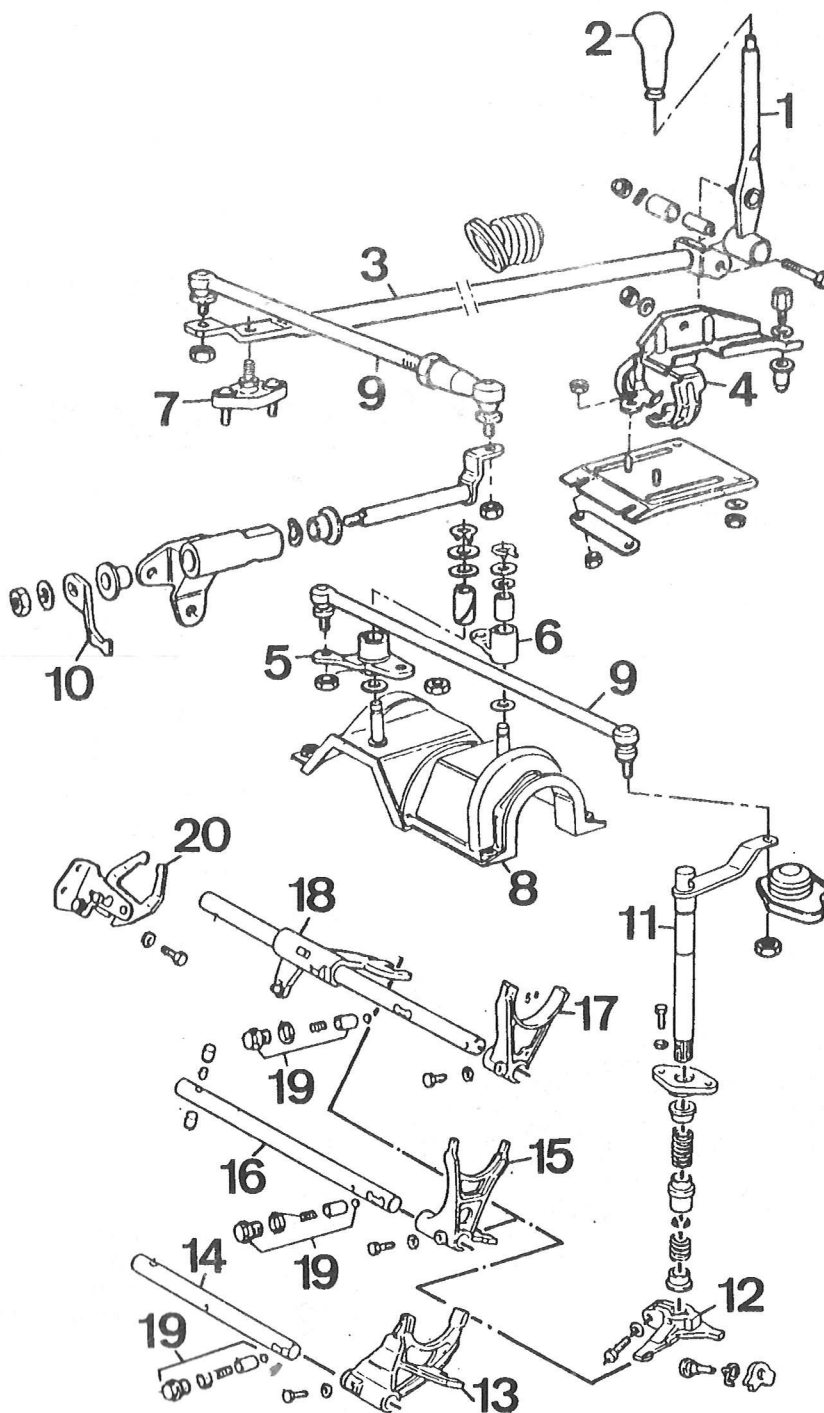

Fig. 61
4.2.2. COMANDO DA CAIXA (Fig. 61)